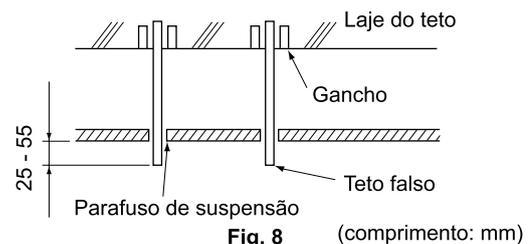

Fig. 8
- Regule antecipadamente a distância entre a unidade e a laje do tecto. **(Consulte a Fig. 8)**